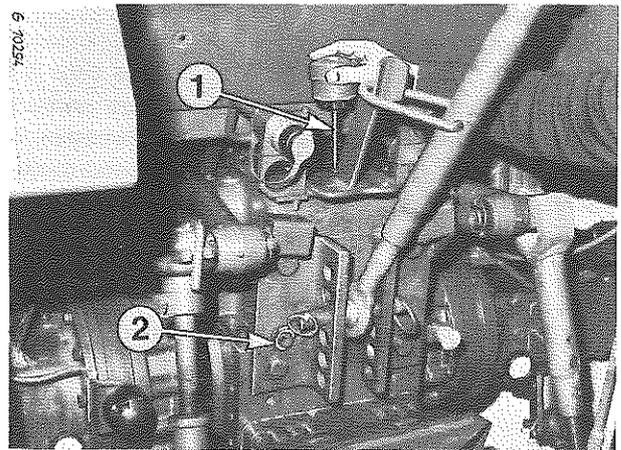

Figure 84
Dévissez et otez le filtre de reniflard avec la jauge (1) Fig. 84 et nettoyez celle-ci. Introduisez la jauge à fond, sans la visser.
Refaites le plein du système hydraulique comme indiqué sous la figure 84 et purgez le système. Reportez-vous à «Purge du système hydraulique» dans ce chapitre.
Abaissez complètement les bras de relevage et le chargeur frontal. Retirez le bouchon de vidange (2) et la jauge (1), Fig. 84. Videz l'huile dans un récipient à l'aide d'un tuyau.
Changez le filtre de reniflard (1) Fig. 84 à chaque vidange de l'huile hydraulique.